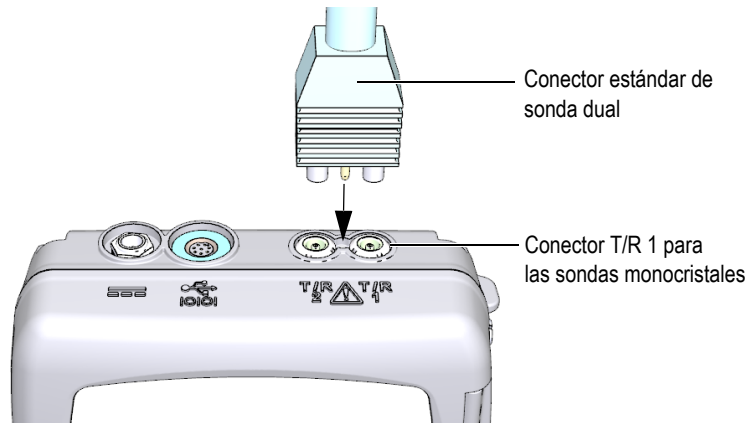

Figura 5-1 Instalación de la sonda
1. Instale la sonda en el(los) conector(es) dedicado(s) a este instrumento, el (los) cual(es) se encuentran en la parte superior de la carcasa del 38DL PLUS (véase la Figura 5-1 en la página 72). Utilice el conector T/R 1 para las sondas monocristales.